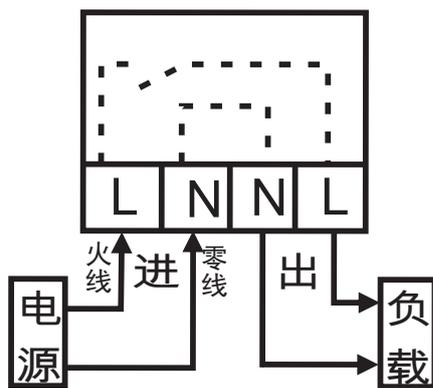

图2:直接控制负载
5.1 被控制的负载是单相供电,工作电流不超过本机的额定值,可采用直接控制方式,接线方式如图2所示。